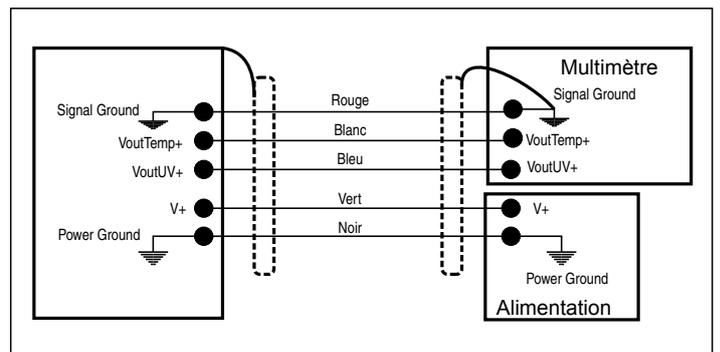

Fig. 7
N.B.: L'impédance de charge de l'instrument de lecture des sorties doit être supérieur à 10KΩ. Le schéma des branchements est reporté dans la figure 7